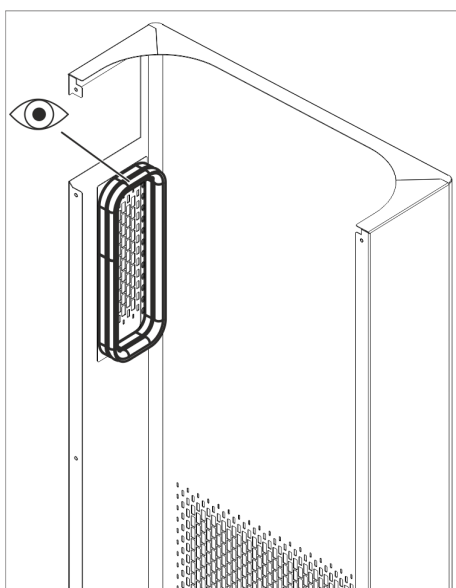

Fig. 80: Comprobación de la empaquetadura en la tubería de aire
- Compruebe si la empaquetadura en la tubería de aire presenta daños (consulte Fig. 80). Si encuentra daños, no ponga el equipo en funcionamiento y póngase en contacto con el servicio técnico de LAUDA.